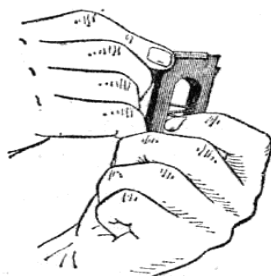

Рис. 78. Разборка магазина
9. **Разобрать магазин.** Взяв магазин в левую руку, большим и указательными пальцами этой руки отжать пружину подавателя к подавателю, правой рукой снять крышку магазина за ее выступающую часть (рис. 78) и вынуть из корпуса магазина пружину подавателя и подаватель.